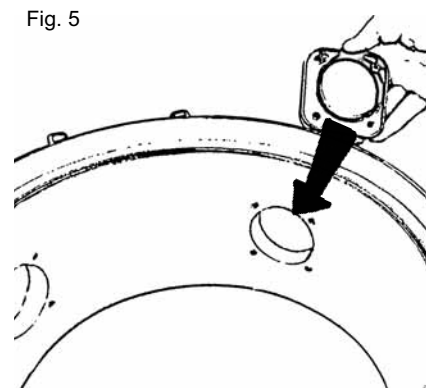

Fig. 5
4. Adapte (mova) a tomada do tubo de aspiração à nova tomada de saída. Nota! A tomada tem a marca "Para cima". Certifique-se de que a tomada está com a marca "Para cima" na parte mais acima. Aperte a tomada aplicando e apertando os quatro parafusos, Fig. 5.